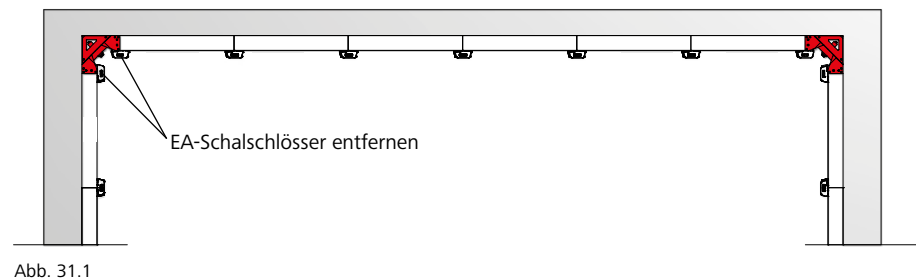

Abb. 31.1
1. Nach der Betonage EA-Schalschlösser an ASE entfernen (Abb. 31.1).